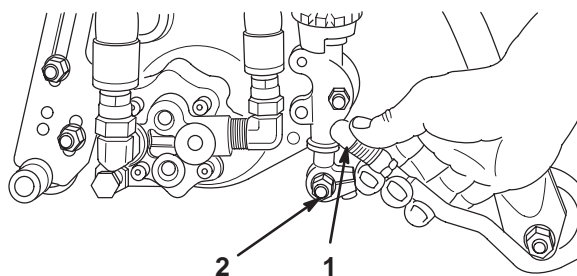

Bild 10
- Schieben Sie die Hülse am Kugelgelenk zurück und drehen die Zugarme so nach unten, dass der Innensechskant über den Kugelbolzen passt. Lösen Sie die Hülse, so dass sie über den Bolzen geht und die Baugruppen miteinander verbindet (Bild 10).